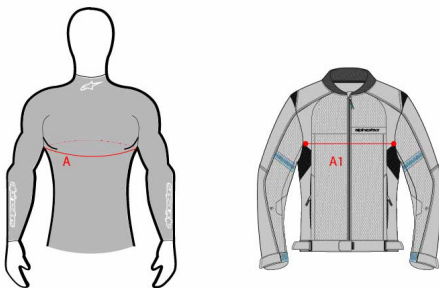

Abbildung 22: Referenzen für den Brustumfang (A) und die Brustweite des Kleidungsstücks (A1);
WARNUNG! Tech-Air[®] Off-Road muss mit jeder Oberbekleidung getragen werden, die die folgenden Kriterien erfüllt: Messen Sie den Brustumfang (A) und die Kleidungsbreite im Brustbereich (A1). Das Kleidungsstück ist mit dem Tech-Air[®] Off-Road System kompatibel, wenn A1 größer ist als A geteilt durch 2 plus 16 cm ($A1 > 0,5 \times A + 16 \text{ cm}$ oder $A1 > 0,5 \times A + 6,30 \text{ in}$) (siehe Abbildung 22 unten).